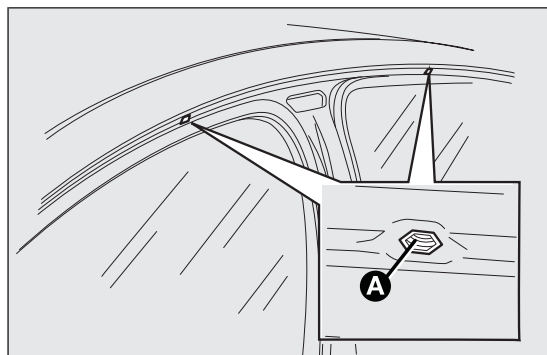

fig. 87
- ☐ soulever le capot et libérer en même temps la béquille d'appui C fig. 87 de son dispositif de blocage, puis introduire l'extrémité de la béquille dans le logement D du capot.
Les fixations de pré-équipement sont situées dans les zones indiquées en fig. 87 et sont accessibles uniquement avec les portes ouvertes. Un porte-bagages/porte-skis spécial pour la voiture est disponible auprès de la Lineaccessori Fiat.